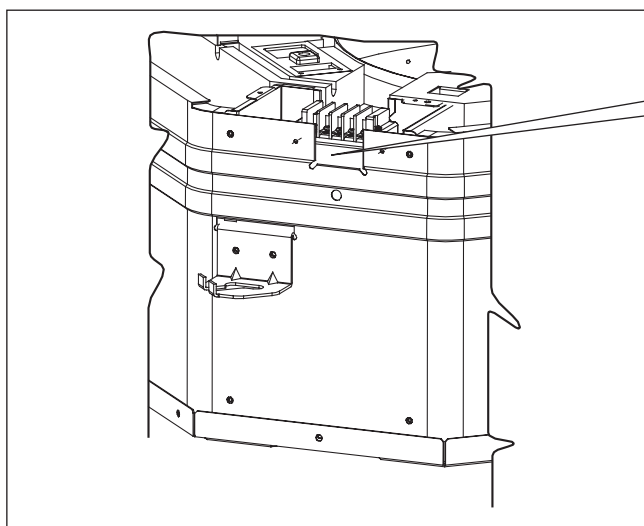

Рисунок 4
2. Провода будут проходить через отверстия, как показано на Рисунок 4 и 5 соответственно, не пересекая высоту отверстия.